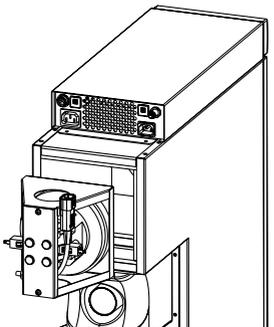

Fig. 19
- 4 Le moteur peut ensuite être retiré vers l'arrière (Fig.19).